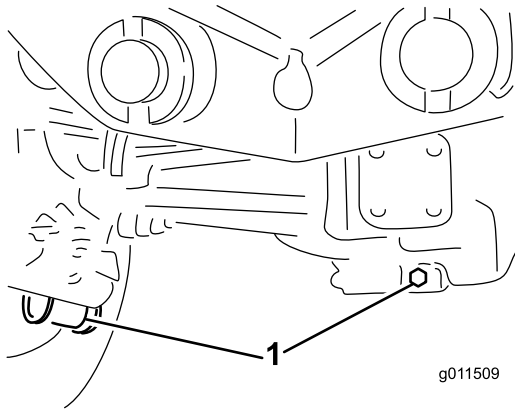

Figure 62
2. Nettoyez la surface autour des 3 bouchons de vidange, 1 à chaque extrémité et 1 au centre (Figure 62).